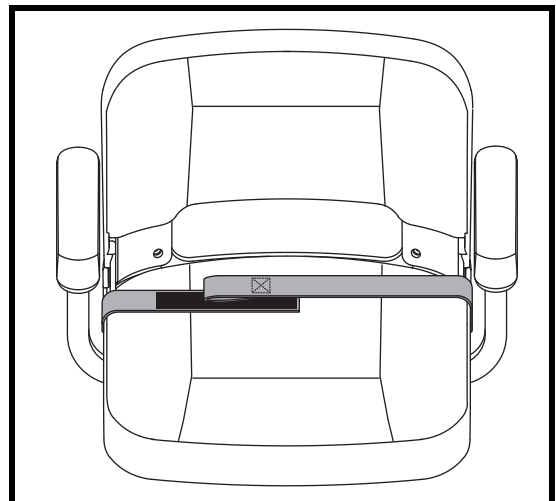

Abb. 23. Rückhaltegurte - Rückhaltegurt mit Klettverschluss
1. Führen Sie die beiden Enden des Gurts zusammen, so dass die eine Seite des Klettverschlusses, an der sich die Schlaufen befinden, direkt über der raueren Seite mit den Widerhaken liegt. Zum Sichern fest zusammendrücken. **Siehe Abb. 23.**